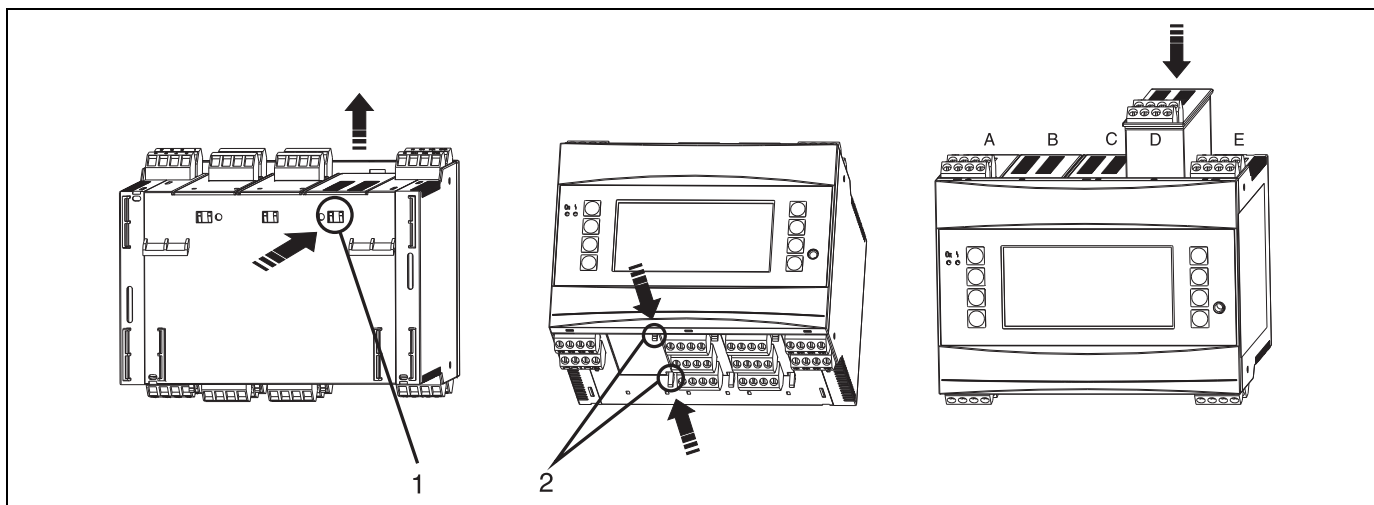

Abb. 4: Einbau einer Erweiterungskarte (beispielhaft)
Sie können das Gerät mit unterschiedlichen Erweiterungskarten bestücken. Es stehen hierzu maximal drei Steckplätze im Gerät zur Verfügung. Die Steckplätze für die Erweiterungskarten sind am Gerät mit B, C und D (→ Abb. 4) bezeichnet.
2. Entfernen Sie die Blindabdeckung aus dem betreffenden Steckplatz (B, C oder D) des Grundgerätes, indem Sie die Rastnasen auf der Unterseite des Energiemanagers zusammendrücken (s. Abb. 4, Pos. 2), gleichzeitig die Rastnase auf der Gehäuserückseite (z. B. mit einem Schraubendreher) nach innen drücken (s. Abb. 4, Pos. 1) und die Blindabdeckung nach oben aus dem Grundgerät herausziehen.
3. Stecken Sie die Erweiterungskarte von oben in das Grundgerät ein. Erst wenn die Rastnasen auf der Unter- und der Rückseite des Gerätes einrasten (s. Abb. 4, Pos. 1 und 2), ist die Erweiterungskarte korrekt eingebaut. Achten Sie darauf, dass die Eingangsklemmen der Erweiterungskarte oben sind und die Anschlussklemmen analog zum Grundgerät nach vorne zeigen.